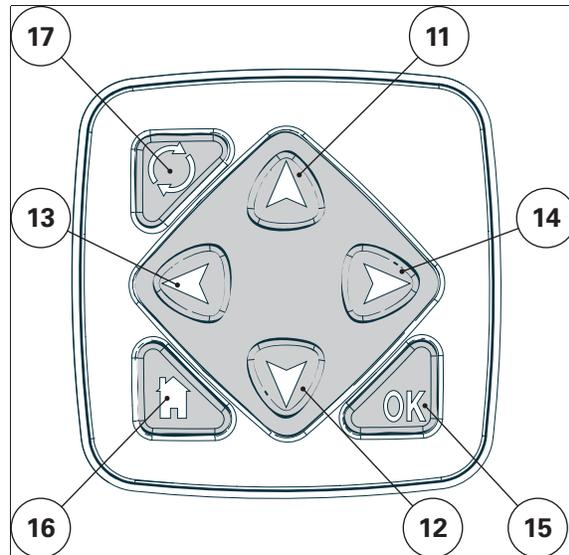

Fig. 9.
- (1) Indicador de presión para freno (ParkLock, según el modelo) y freno neumático (rojo).
- (2) Indicador de presión de aceite del motor (rojo). Este indicador se ilumina cuando la llave se encuentra en la posición de encendido (3) (ver interruptor de arranque), pero deberá apagarse una vez que el motor se haya arrancado y esté en funcionamiento. Si el indicador permanece encendido mientras el motor está en marcha, pare el motor y busque la causa de la baja presión o consulte al concesionario.
- (3) Indicador luminoso de servicio (amarillo). Se enciende cuando es necesario realizar un mantenimiento.
**NOTA:** Para apagar este indicador luminoso, vaya a la pantalla 1 Diagnostics (Diagnóstico) del DOT Matrix - y pulse el botón (15) de los controles de acceso al menú *fig. 9* durante 5 segundos
- (4) Indicador de avería general (rojo). Se enciende al mismo tiempo que los demás indicadores (rojo).
- (5) Presión de alimentación de la dirección (rojo).
- (6) Indicador de presión del aceite de la transmisión (rojo). Si el indicador se enciende durante el funcionamiento, detenga el tractor y consulte a su concesionario.
- (7) Indicador de carga del alternador (rojo). Si la luz indicadora se enciende o parpadea a un régimen superior a 1.000 rpm con el motor en marcha, determine la causa de la avería (consulte la sección de mantenimiento del Manual del operario) o póngase en contacto con su concesionario.
- (3) (4) Doble pantalla: Controla el nivel de urea (3) (solo para AdBlue™ o DEF) o la tensión de carga de la batería (4)
Para cambiar de una pantalla a otra, use el botón de cancelación (16) del teclado de control DOT Matrix *fig. 9* cuando aparece la pantalla principal.
- (5) (6) Doble pantalla: Controla la presión del aceite del motor (6) y la presión del sistema de frenos neumáticos (5)
Para cambiar de una pantalla a otra, use el botón de navegación inferior del teclado de control DOT Matrix *fig. 9* cuando aparece la pantalla principal.
Estos parámetros se pueden seleccionar pulsando el botón (17) de la parte derecha del volante *fig. 9*.
**NOTA:** Puesta a cero del tiempo de trabajo: Visualice el parámetro apropiado y, a continuación, mantenga pulsado el botón (17) durante aprox. 5 segundos para reiniciar la visualización a 0.
- (4) Visualización de activación del modo de carretera (liebre)
- (5) Visualización de activación del modo campo (tortuga)
- (7) No utilizado
- (8) Controla las funciones automáticas del eje delantero 4 RM
- (9) Visualización de los símbolos de acuerdo con la pantalla (3):